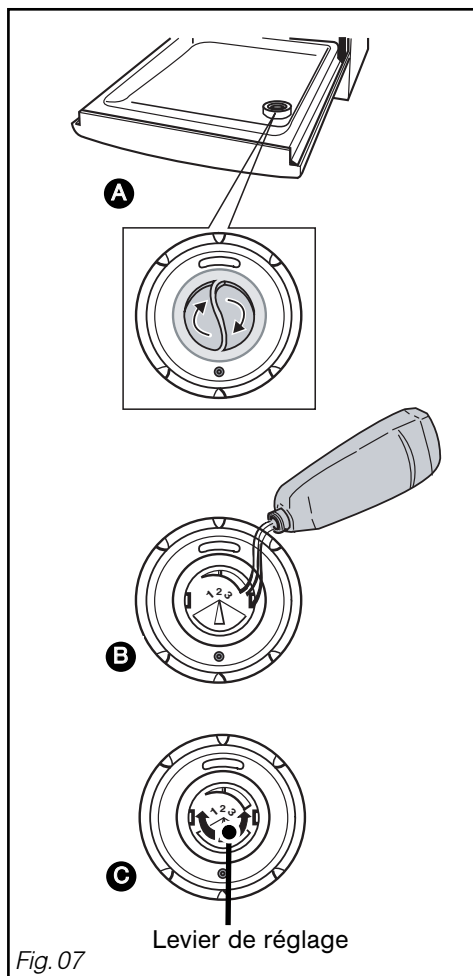

Fig. 07
• **Le chargement du produit de rinçage.** (Fig. 07)
Après quelques cycles et en cas de mauvais séchage ou de traces, nous vous conseillons d'augmenter le réglage en tournant le levier (fig 07 **C**) sur la position 3.